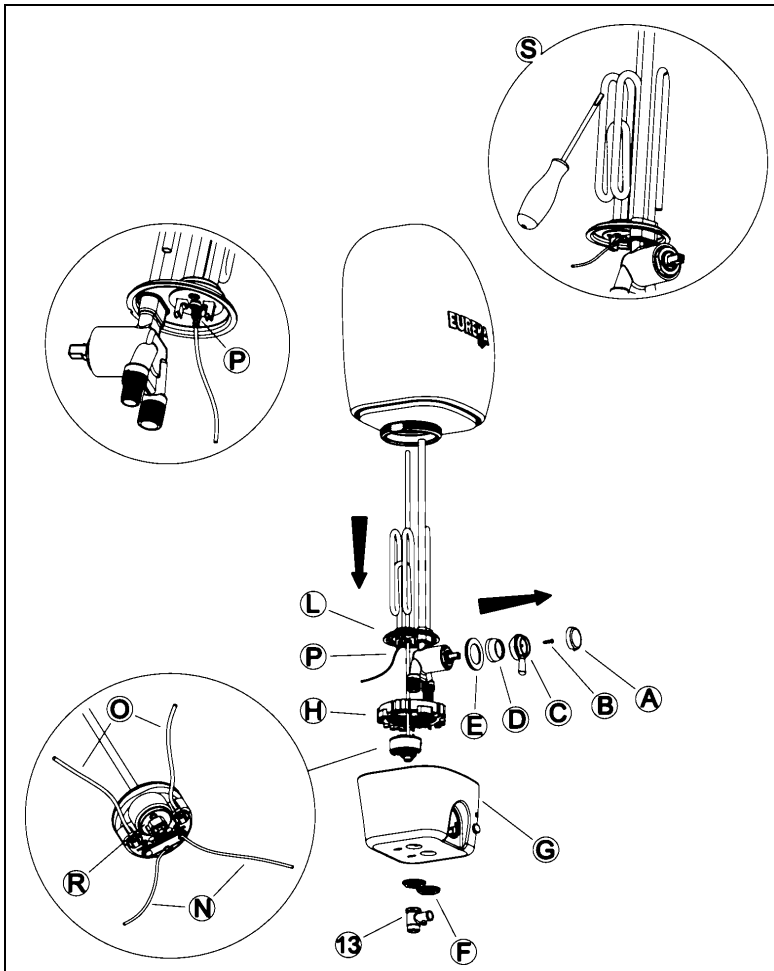

Рис.4
**Для того, чтобы получить доступ к элементам электрической схемы (электрический нагревательный элемент, термостат и контрольная индикаторная лампочка, см. рис.4).**
**Для того, чтобы получить доступ к нагревательному элементу, прикрепленному к фланцу (см. рис. 4)**
*Будьте внимательны: при сборке водонагревателя заново необходимо контролировать правильность расположения всех элементов в соответствии с исходным, указанным на рис. 4.*
Термостат заранее отрегулирован в максимальном положении. Для понижения температуры нагрева следует осторожно повернуть по часовой стрелке винт R термостата, рис.4. На самом термостате нанесены обозначения регулировки с помощью знаков “+” и “-”.